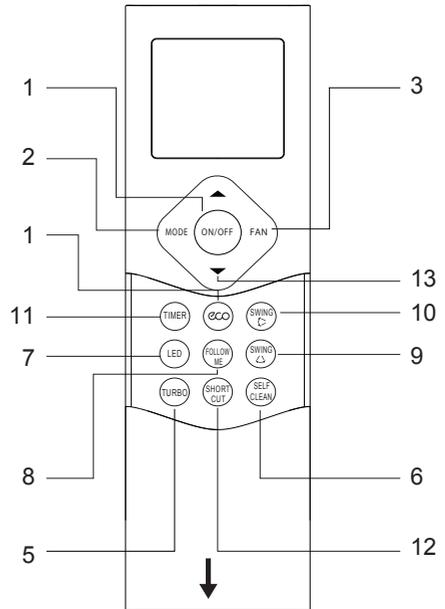

fig. 1 -
El mando a distancia ("fig. 1 -") está compuesto por una serie de botones y una pantalla que muestra todas las funciones activas y los diversos parámetros que necesita el usuario para una correcta utilización de la unidad.
- Funcionamiento «SWING»** (no se muestra nada en el control remoto, la pantalla de la unidad interior muestra el texto "ON" durante 3 segundos cuando el modo está activado, "OF" durante 3 segundos cuando el modo está desactivado). El movimiento automático de la aleta de aire se activa presionando el botón "SWING". Mantener pulsado el botón "SWING"  (pieza 9, "fig. 1 -") para activar el movimiento automático de la aleta. Presione una vez el botón "SWING"  (part. 9 "fig. 1 -") para ajustar la posición de la aleta en 6 °.
- Bloqueo de teclas. Al presionar los botones "TURBO" (part. 5 "fig. 1 -") y "SELF CLEAN" (part. 6 "fig. 1 -") simultáneamente durante un segundo, se activa / desactiva el bloqueo del teclado del control remoto.
- Función de acceso directo. Memoriza los ajustes actuales y permite recuperarlos rápidamente. Pulse el botón "SHORTCUT" (part. 12 "fig. 1 -") durante 2 segundos para guardar la configuración actual. Pulse el botón "SHORTCUT" para recuperar los ajustes guardados.